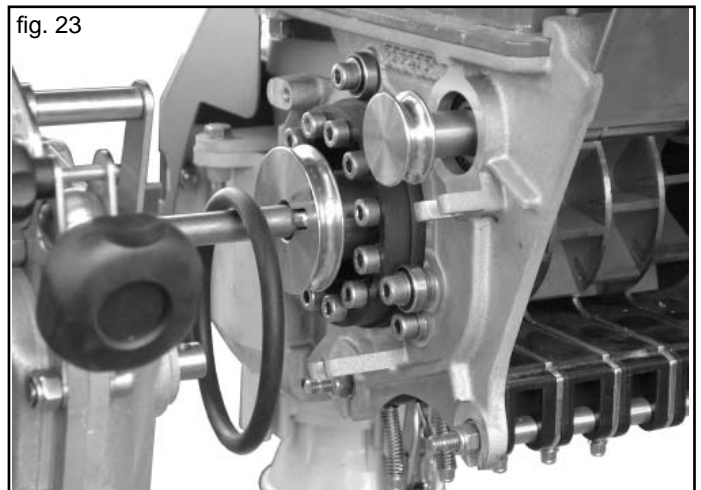

fig. 23
- Den Riemen einfach auf der Antriebswelle belassen (Abb. 23). (Zum Auflegen des Riemens siehe Abschnitt Dosierrad.)